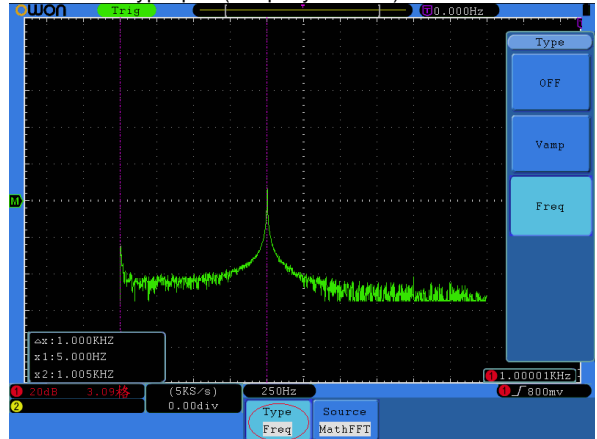

Рисунок 5.57. Вид осциллограммы при курсорных измерениях частоты сигнала в режиме FFT
3. В соответствии с особенностями измеряемой осциллограммы выберите положения курсора 1 и курсора 2 вращением регуляторов **VERTICAL POSITION** канала CH1 и канала CH2. В окне в левом нижнем углу окна отображения осциллограммы показывается разность частот между курсорами и текущие значения положений обоих курсоров (см. рисунок 5.57).